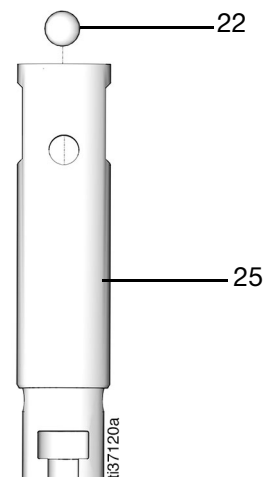

FIG. 56
- Remplacez la bille (22) dans le piston de pompe (25) (FIG. 56).